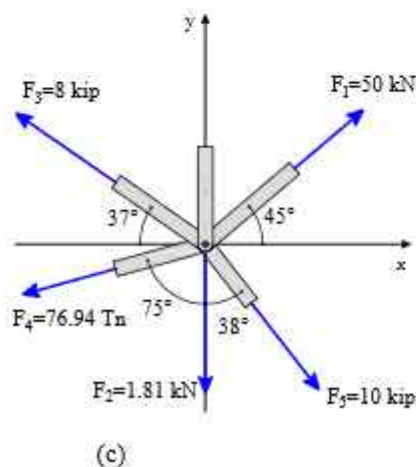

Figura 1.62
Paso ①: Descomposición de las fuerzas en sus componentes x e y, según la figura 1.62 (b).
Paso ③: Determinación del valor de F_2 y F_4 , a partir de la tabla. Finalmente consolidamos en la figura 1.62 (c).